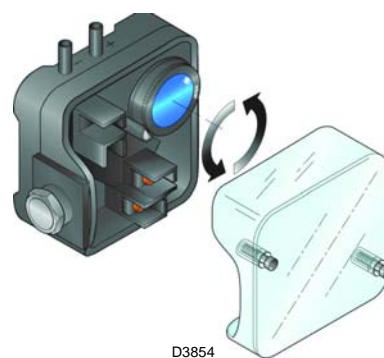

图 26
- 调节风压开关 (图 26) 到量程的起始位置。
在进行上述燃烧器各部分调节时，风压开关置于量程开始位置 (图 26)，上述所有调整结束后，方可调整风压开关。